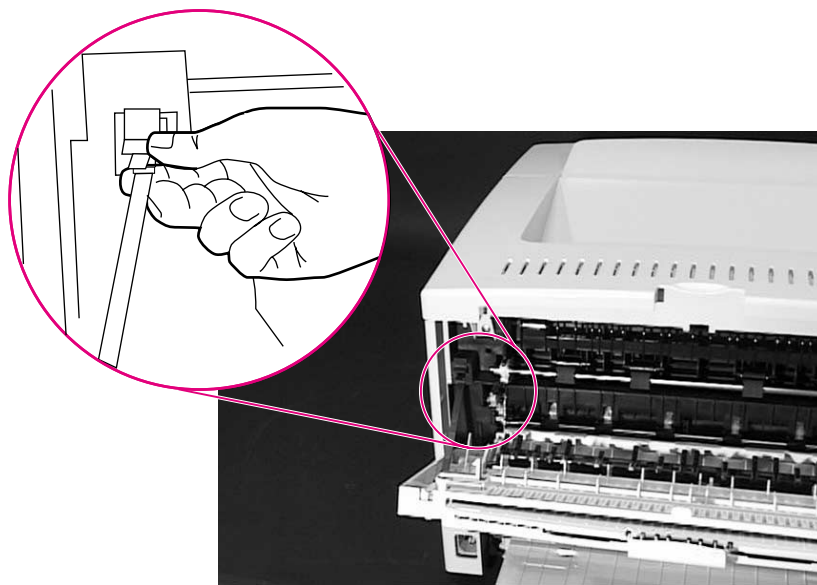

Figura 17
- a. Premere la parte superiore della cinghia di supporto tenendo l'indice sotto la cinghia e il pollice sulla linguetta (Figura 17).